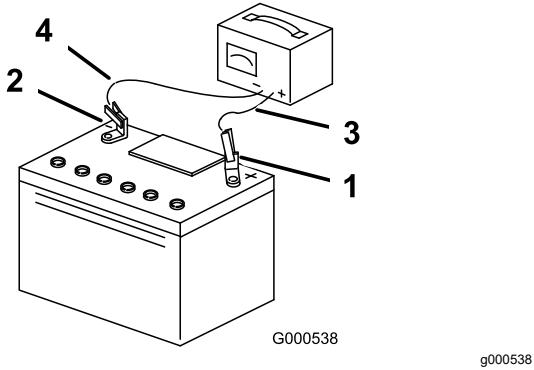

Figure 77
5. Une fois la batterie chargée au maximum, débranchez le chargeur du secteur, puis débranchez les fils du chargeur des bornes de la batterie (Figure 77).